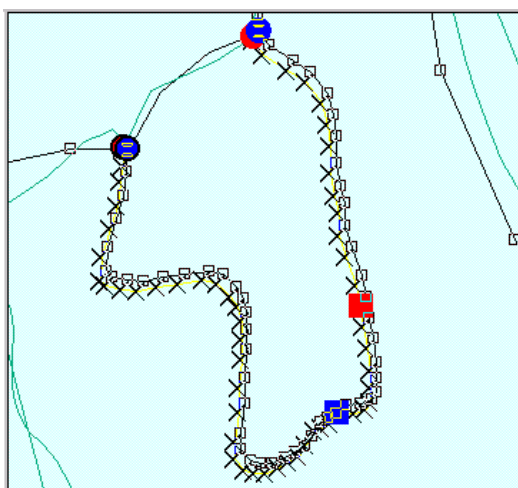

Figura 7: marcatura del tratto di poligono da modificare
- terzo clic un qualsiasi vertice interno, che verrà marcato con ■ ; (vedi figura 7).